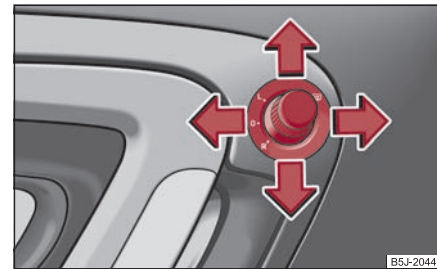

Fig. 59 Contre-porte: Bouton rotatif
- Faites tourner le bouton sur la position  ⇒ fig. 59. ►